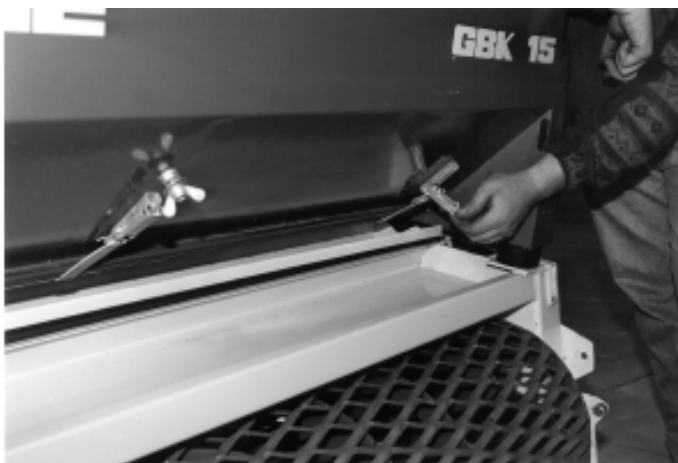
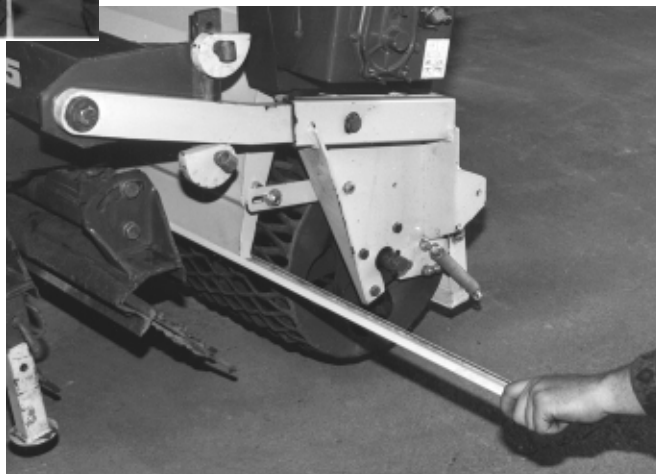

Bild 13
Bild 14
- Öppna bottenplattans bultar (bild 13) och låt den fällas ner. Fröerna flyter in i genom rännan och därifrån vidare in i säcken tills glidspåret har tagits bort från bottenplattan (bild 14).